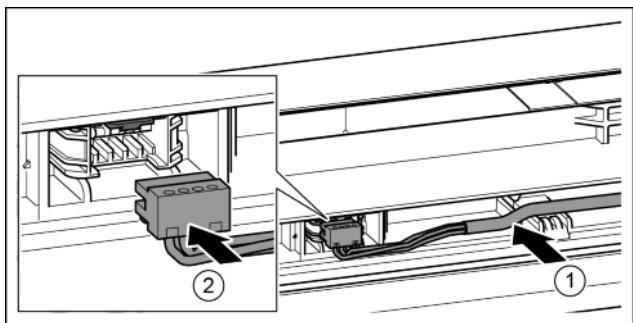

Fig. 39
- Вставить серый кабель в направляющую в верхней двери. Fig. 39 (1)
- Зафиксировать штекер. Fig. 39 (2)